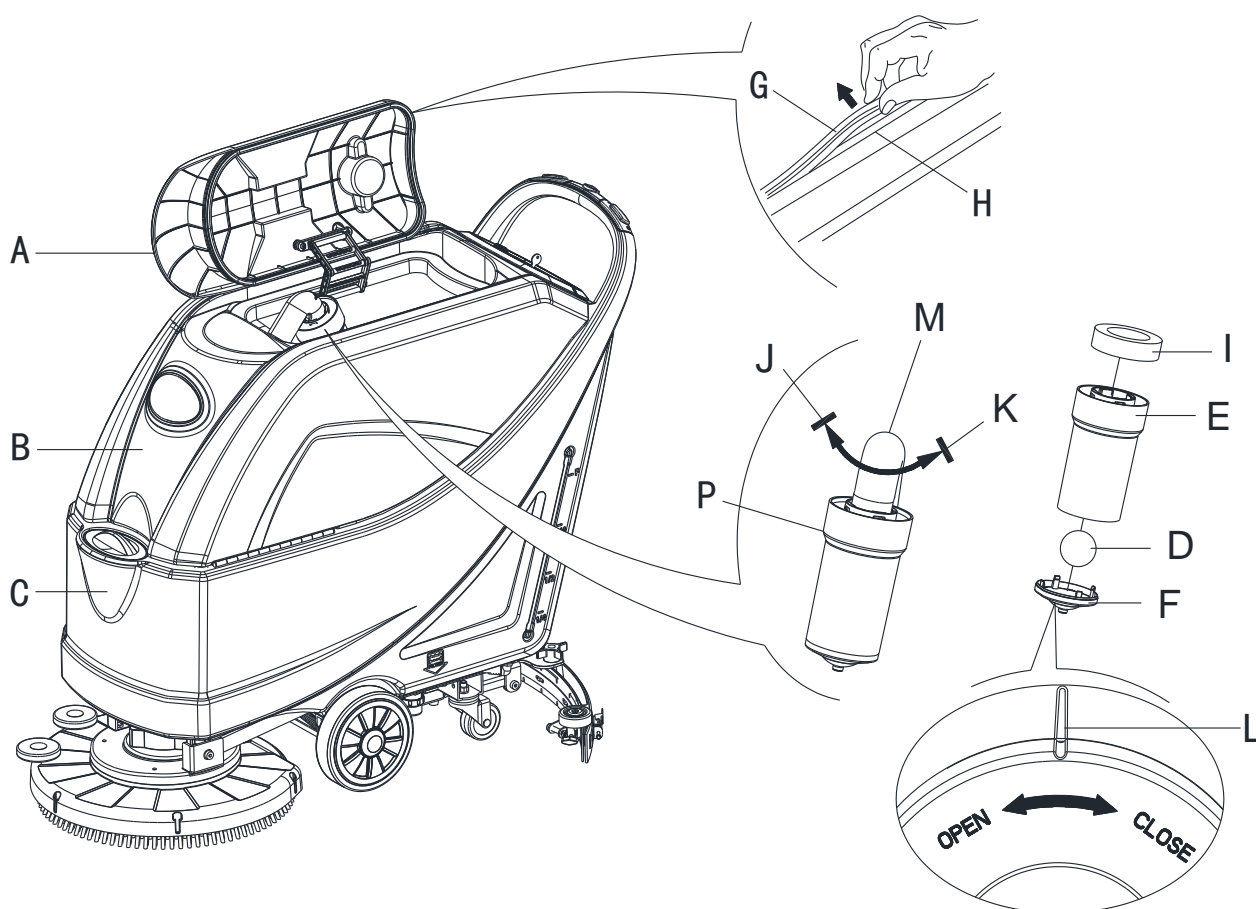

Figura 21
2. Asegúrese que la máquina está apagada y la llave de ignición (54) ha sido retirada.
3. Gire la tapa del tanque de recuperación (A, Figura 21) a la posición de 90 grados, donde se puede despegar del tanque, y luego desmonte el filtro de flotador de bola (P) del tanque.
5. Si es necesario, siga los símbolos "ABIERTO" y "CERRADO", como se muestra en la (Figura 21) para abrir la tapa inferior (F) del filtro del flotador de bola y luego limpiar la bola del flotador (D), el marco de soporte del filtro (E) y la esponja de filtro (I). Después de la limpieza, fije la bola del flotador (D) en el marco de soporte del filtro (E) y luego alinee la ranura de marca (L) de la tapa inferior (F) del filtro del flotador con la ranura de marca (L) del marco de soporte del filtro del flotador (E). Enrosque la tapa inferior del filtro flotador de bola apretándola bien, y fije la esponja del filtro (I) en el marco de soporte del filtro del flotador (E). Por último, conecte la manguera de aspiración de agua sucia (M).
7. Compruebe si la superficie de contacto de la tira de sellado (G) de sellado es íntegra y el sellado es suficiente. Si es necesario, saque la tira de sellado del tanque a través de la ranura (H) y reemplácela. Aplique una nueva tira de sellado como se muestra en la (Figura 21), la junta debe estar de vuelta en la zona media.
8. Cierre la tapa del tanque de recuperación (A).